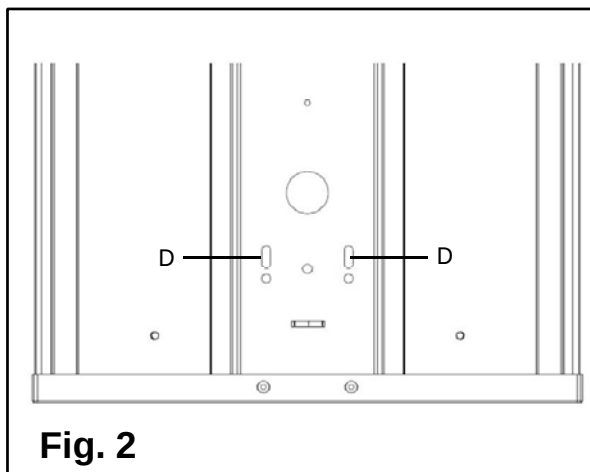

Fig. 2
1. Centre el luminario sobre la **caja de alimentación** en la ubicación deseada y marque las **ranuras de montaje (D)** con un lápiz. (Fig. 2)
1. Centrez le luminaire sur la **boîte de sortie** à l'emplacement souhaité et marquez les **fentes de montage** (D) avec un crayon. (**Fig. 2**)